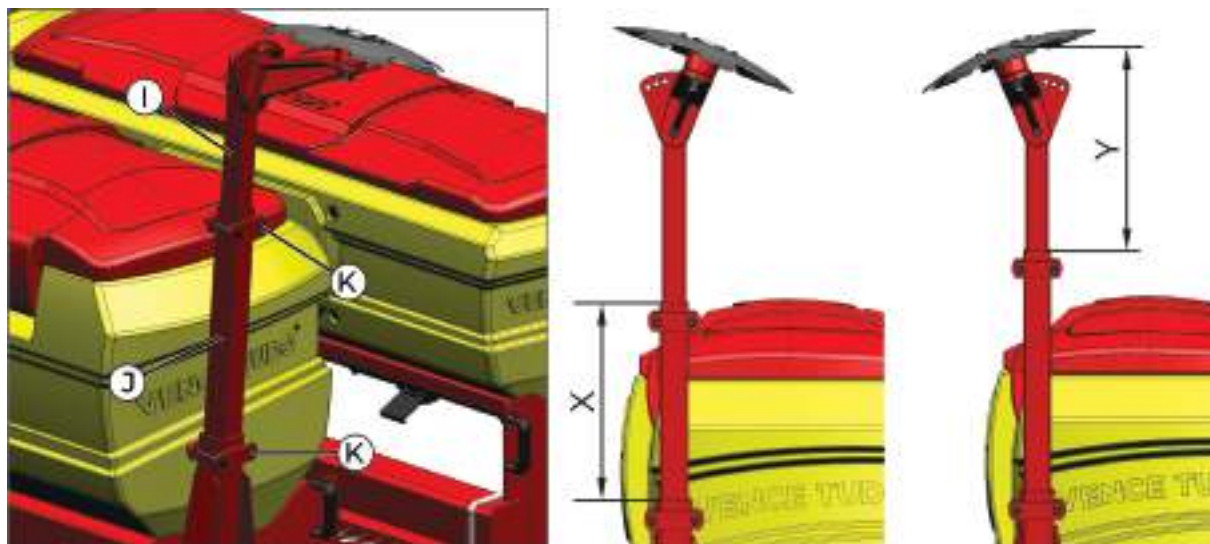

fig. 135
O alcance do disco marcador (*fig. 135*) com a regulagem na abertura do braço superior (I) e inferior (J). Afrouxe os parafusos (K) e desloque o braço para a abertura desejada, tanto inferior (X) como inferior (Y), determinada pelo cálculo de marcação.